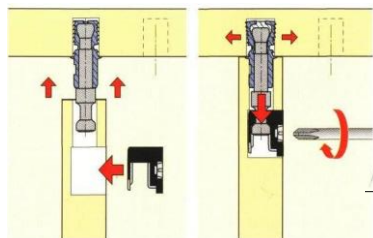
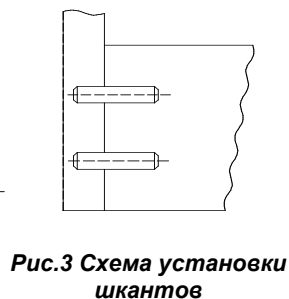

Рис.1 Схема установки эксцентриковой стяжки
Рис.3 Схема установки шкантов
3. Соединить стенки вертикальные поз.2,3 со стенкой горизонтальной поз.6 эксцентриковыми стяжками (рис.1), а плинтус поз.10 соединить с помощью шкантов 8x30 (рис.3).
5. Крышку поз.1 соединить со стенками вертикальными поз.2;3;4 эксцентриковыми стяжками (рис.1). Закрыть заглушками шляпки эксцентриков и техотверстия